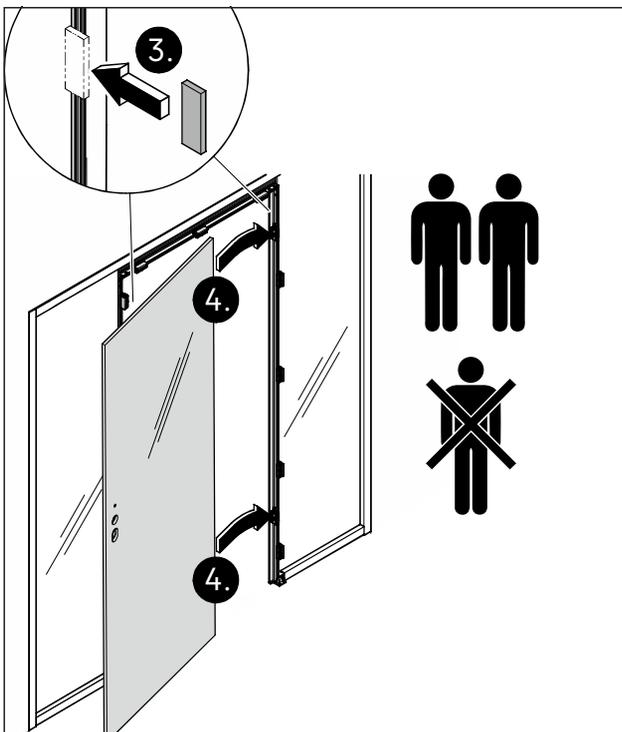

Abb. 47 Die Abstandshalter bei der Türmontage verwenden und die Glastür ausrichten.
3. Senkrecht einen Abstand von $4\text{ mm} \pm 0,5\text{ mm}$ zwischen Glastür und Zarge mit Abstandhaltern sicherstellen (Abb. 47).